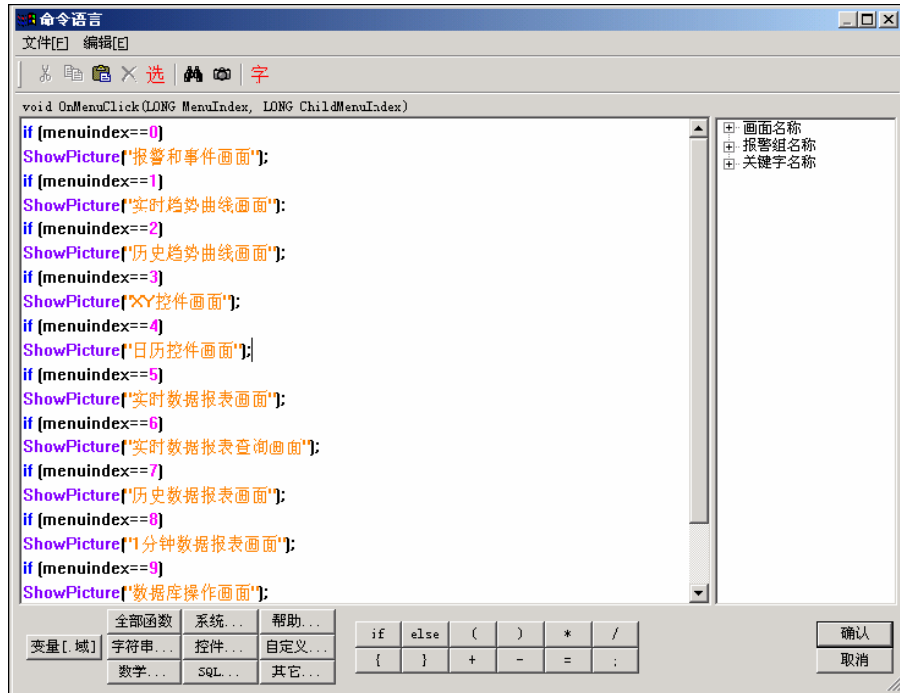

图 3-23 菜单选择命令语言
(2) 菜单项输入完毕后单击“命令语言”按钮，弹出命令语言编辑框，在编辑框中输入如图 3-23 所示命令语言。